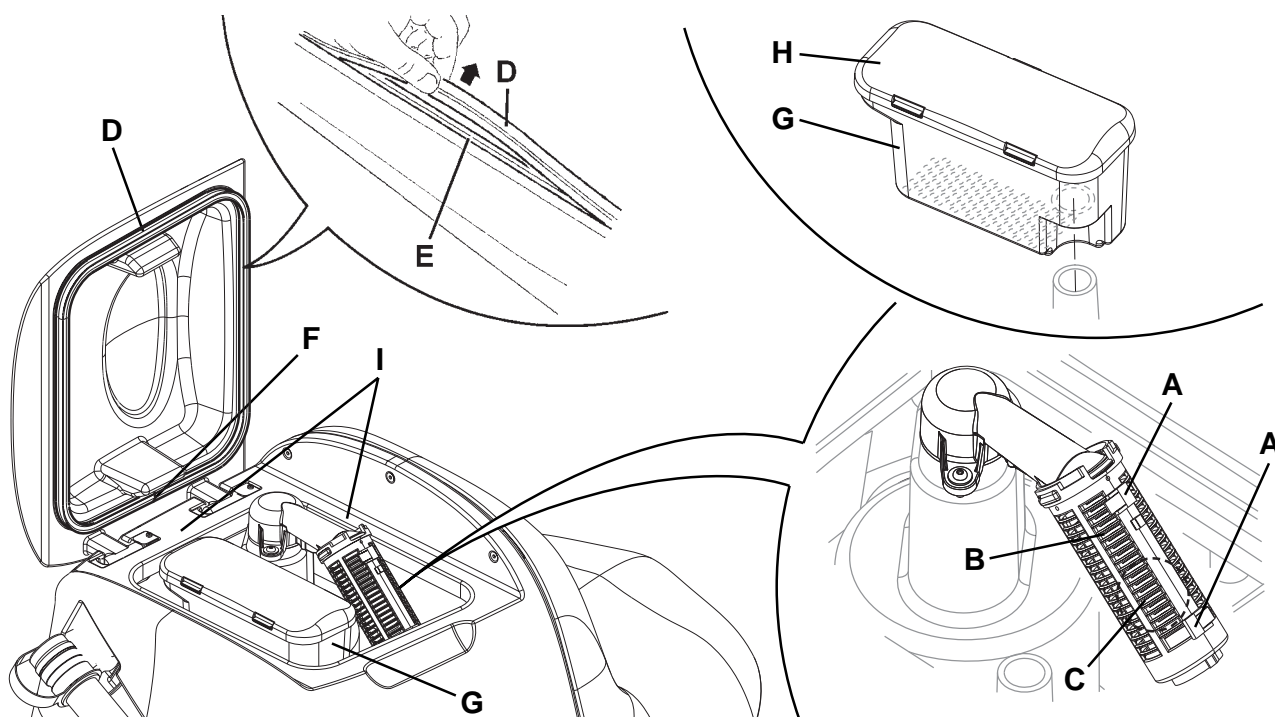

Figure 8
2. Positionner la clé de contact (58) sur "0".
3. Ouvrir le couvercle (20).
4. Nettoyer et laver à l'eau propre le couvercle (20) et le réservoir (19).
- Vider l'eau du réservoir avec le tuyau (24).
5. Nettoyer la grille d'aspiration (27), dégager les dispositifs de retenue (A, Fig. 8), ouvrir la grille (B), récupérer le flotteur (C) et nettoyer soigneusement ; enfin reposer en place.
6. Nettoyer le conteneur déchets avec la grille correspondante (26), démonter le conteneur (G), enlever le couvercle (H), puis nettoyer avec soin et installer à nouveau sur le tuyau d'aspiration.
7. Contrôler l'intégrité du joint d'étanchéité (D) du couvercle du réservoir.